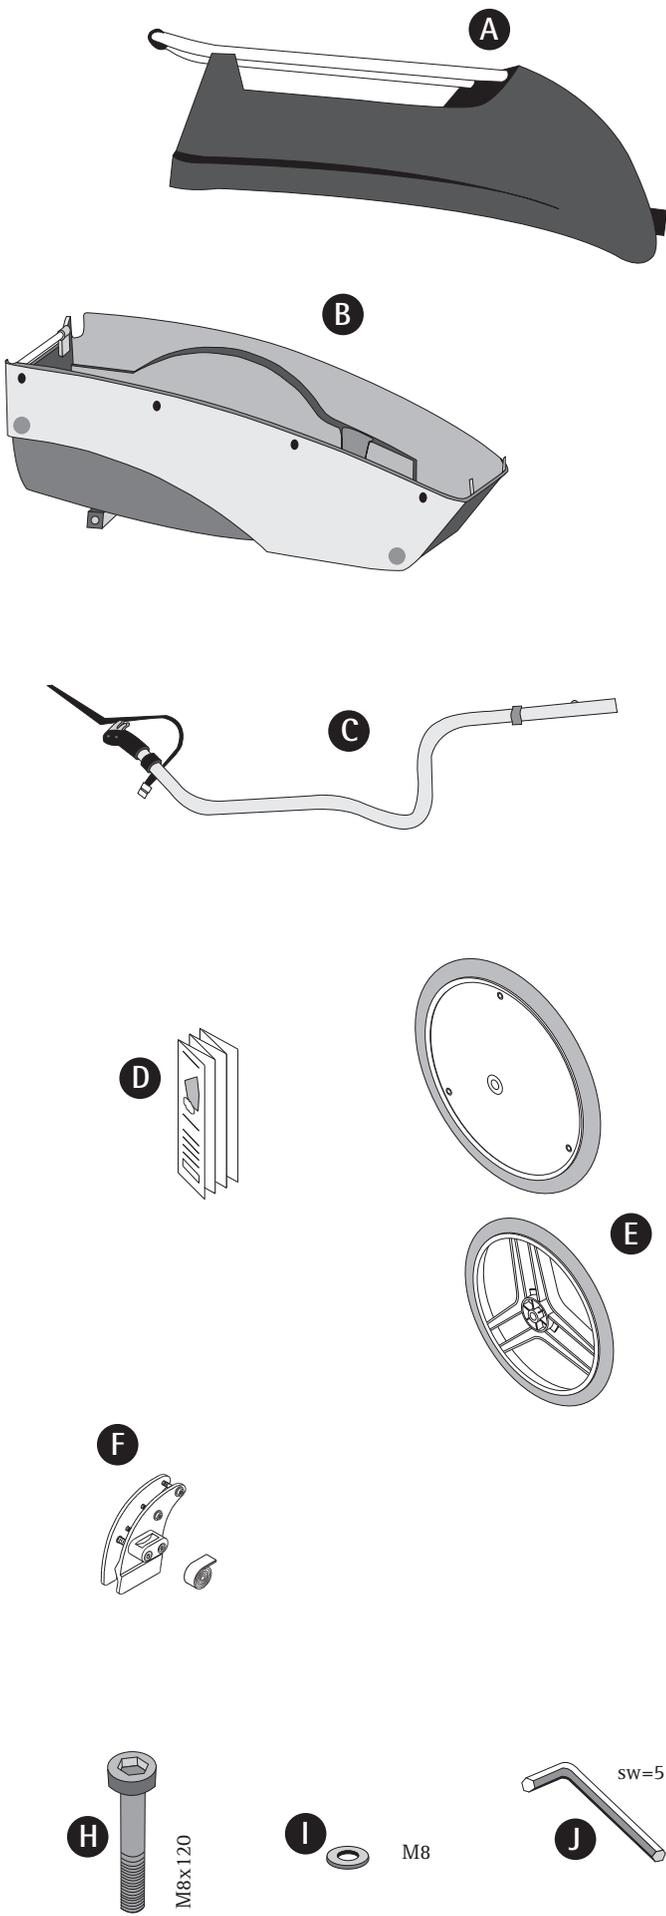

fig. 2
- 5 L'arrière ouvert, vous pouvez maintenant enficher l'arceau de choc (A) dans les ouvertures prévues à cet effet. Il faut entendre le déclic des ergots qui se mettent en place.
- 6 Attachez la hampe du fanion (I) sur le côté gauche de l'arceau de choc, à l'aide de la fixation prévue à cet effet.
- 7 Le timon (D) se laissera introduire dans son support sans trop d'effort. Il faut entendre le déclic des ergots qui se mettent en place. Serrez le timon en rabattant la fermeture rapide (fig.2).
Pour empêcher que la capote ne tombe en arrière, la sangle de serrage doit être enfilée dans la boucle d'arrimage prévue à cet effet (fig.2).
- 3 Pour empêcher que la capote ne tombe en arrière, la sangle de serrage doit être enfilée dans la boucle d'arrimage prévue à cet effet (fig. 2).